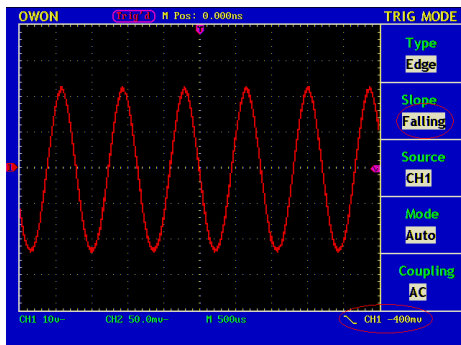

Рисунок 5.22.3. Осциллограмма, полученная при запуске по спадающему фронту
7. Нажмите снова на кнопку **F2** и выберите запуск по спадающему фронту "Falling". Вид дисплея при этом показан на рис. 5.22.3.